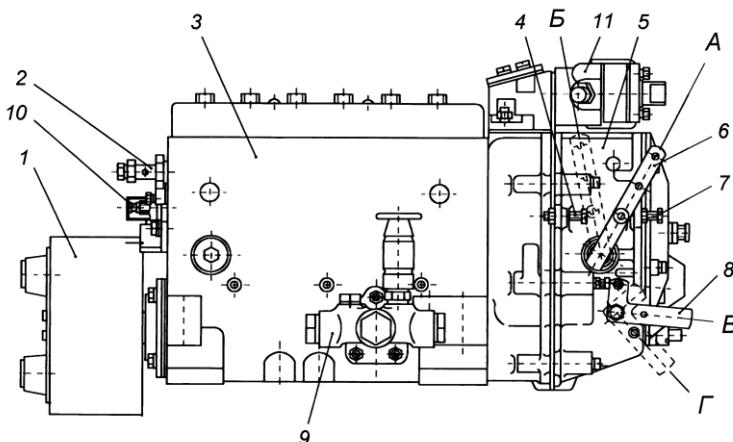
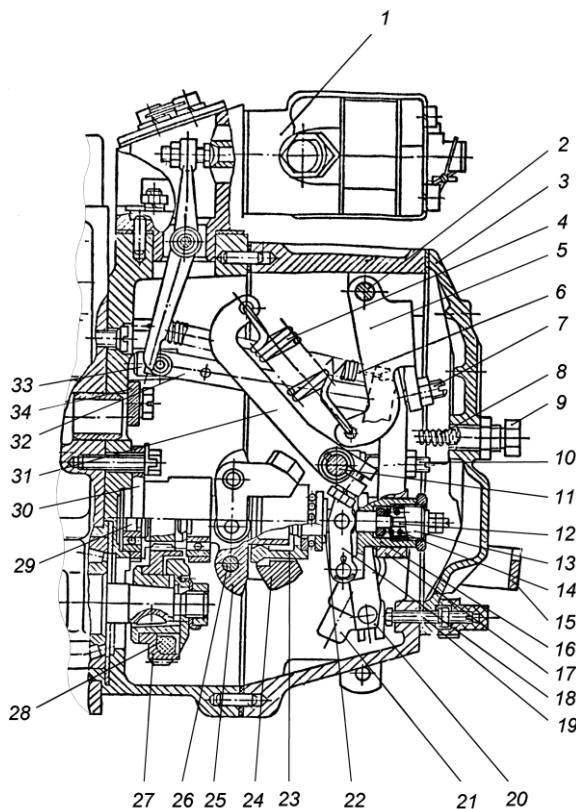
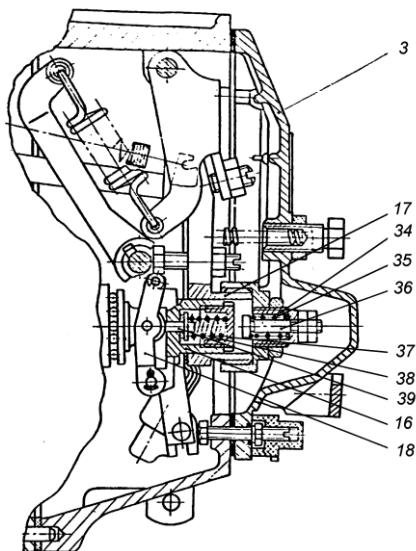

Рис. 25. Топливный насос высокого давления:
Рис. 26. Регулятор частоты вращения:
Рис. 27. Регулятор частоты вращения:
Топливный насос высокого давления в сборе с регулятором частоты вращения, топливоподкачивающим насосом и демпферной муфтой изображен на рис. 25.
Регулятор частоты вращения (рис. 26, 27) механический всережимный центробежного типа предназначен для поддержания заданного водителем скоростного режима работы двигателя путем автоматического изменения количества подаваемого топлива в зависимости от изменения нагрузки на двигатель.
Муфта 23 с упорной пятой 22 в сборе одним концом опирается на направляющую поверхность державки, а за второй конец подвешена на рычаге 18 корректора, закрепленном на втулке 16 рычага регулятора. Пята муфты грузов связана через узел отрицательного корректора с рычагом рейки 20 и через тягу 32 с рейкой топливного насоса. К верхней части рычага рейки присоединена пружина 6 рычага рейки, удерживающая рейку насоса в положении, соответствующем максимальной подаче, что обеспечивает увеличенную подачу топлива при пуске двигателя. В нижнюю часть рычага рейки запрессован палец, который входит в отверстие ползуна кулисы 21. Вал 11 рычага регулятора жестко связан с рычагом управления 6 (рис. 25) и рычагом пружины 31. Перемещение рычага управления регулятором ограничивается двумя болтами 4 и 7 (рис. 25). За рычаг пружины
31 (коротким зацепом) (рис. 26) и двуплечий рычаг 5 (длинным зацепом) зацеплена пружина регулятора 4, усилие которой передается с двуплечего рычага на рычаг регулятора через винт - 7 двуплечего рычага. В рычаг регулятора ввернут регулировочный болт 10, который упирается в вал рычага пружины и служит для регулировки номинальной подачи топлива. В нижней части рычаг регулятора снабжен боковой накладкой, удерживающей втулку 16 обратного корректора и упорную пятку 22 от проворота. Кроме того, хвостовик болта крепления боковой накладки, входя в боковой продольный паз втулки предохраняет ее от выпадания из расточки рычага. Упор 34, закрепленный на корпусе регулятора, не позволяет рычагу пружины 31 опасно приближаться к врачающейся державке грузов. В нижней части рычага регулятора расположены корректирующие устройства, предназначенные для формирования внешней скоростной характеристики ТНВД и крутящего момента двигателя. ТНВД 133-20 оснащен отрицательным корректором (рис. 26), а ТНВД 133-30 – комбинированным корректором (рис. 27). Для полного выключения подачи топлива служит механизм останова, состоящий из кулисы 21, скобы 15 и возвратной пружины. Во время работы кулиса прижата усилием возвратной пружины к регулировочному винту 19.
грузов 23 рычаг рейки 32 до упора втулки 16 (рис. 27) отрицательного корректора в положительный корректор 36. Далее, преодолевая сопротивление буферной пружины 8, грузы перемещают вправо всю систему рычагов и рейку ТНВД до установления цикловой подачи секции ТНВД, соответствующей минимальному скоростному режиму (режиму минимальной частоты вращения холостого хода).
Корректоры, установленные на рычаге 17 регулятора (рис. 26 и 27), обеспечивают изменение цикловой подачи в зависимости от частоты вращения коленчатого вала.
Положительный корректор 34, 35, 36 (рис. 27) обеспечивает постоянное увеличение подачи топлива при уменьшении частоты вращения коленчатого вала двигателя от номинальной до  $1300\pm 50$  мин-1 и тем самым обеспечивают тяговую характеристику двигателя в зоне максимального крутящего момента.
Отрицательный корректор ТНВД 133-30 (16, 18, 37, 38, 39 рис. 27), обеспечивает постепенное уменьшение цикловой подачи топлива при уменьшении частоты вращения коленчатого вала двигателя от 1300 мин-1 до 1000 мин-1 и тем самым обеспечивает бездымную работу двигателя.
Отрицательный корректор ТНВД 133-20 (12, 13, 14, 16, 18 рис. 26) обеспечивает постепенное уменьшение цикловой подачи топлива при уменьшении частоты вращения коленчатого вала двигателя от номинальной до 1000 мин-1.
- 1 Минимальная частота вращения холостого хода регулируется болтом 7 (рис. 25) и корпусом буферной пружины 9 (рис. 26);
- 2 Максимальная частота вращения холостого хода (начало выброса рейки) регулируется болтом 4 (рис. 25).
- 3 Номинальная мощность (подача) регулируется болтом 10, подрегулируется винтом 19 (рис.26).
- 4 Максимальный крутящий момент (для ТНВД 133-30) подрегулируется корпусом пружины корректора 34 (рис. 27).
- 5 Предварительное натяжение пружины (разность оборотов конца и начала выброса рейки) регулируется винтом 7 (рис. 26).
для ТНВД 133-20 - гайкой корректора 12 (рис. 26);
для ТНВД 133-30 - шайбами между упором 39 и втулкой 16 корректора (рис. 27).
для ТНВД 133-20 - корпусом корректора 13 (рис. 26);
для ТНВД 133-30 - шайбами между пружиной 38 и пробкой 37 корректора (рис. 27).